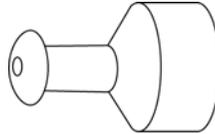

Abbildung 8: Positionierung des Ohrstöpsels (Sonde nur mit 226 Hz)
1. Ziehen Sie die richtige Ohrstöpselgröße auf den Nasenkonus der Sonde und stellen sicher, dass die abgerundete Spitze des Ohrstöpsels bündig mit der Spitze des Nasenkonus sitzt (Abbildung 8).